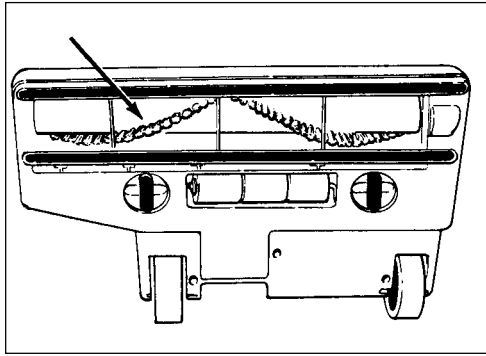

Figure 20
3. Remove the brush assembly. See figure 20.
3. Déposez l'ensemble de la brosse. Voir figure 20.